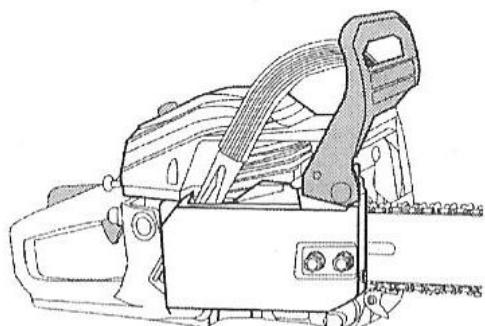

Рис. 14
1. Убедитесь, что цепной тормоз не активен (передняя защита руки (5) находится в заднем положении) (Рис. 14).
4. Используйте цепной тормоз путем перевода защиты руки (5) левой рукой в переднее положение.
5. Пильная цепь (8) должна мгновенно остановиться, а мотор – выключиться.